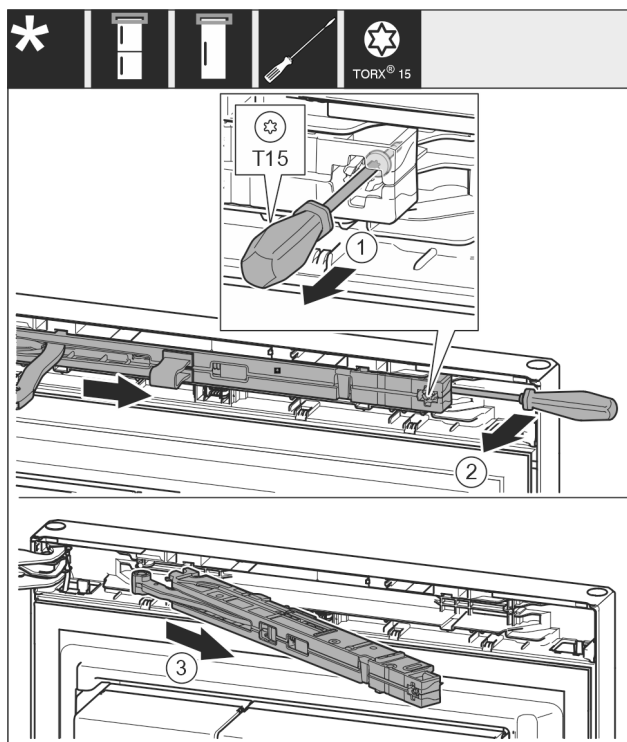

Fig. 8
- Allentare la vite di ca. 14 mm sull'unità ammortizzatore di chiusura con il cacciavite T15. Fig. 8 (1)
- Spingere con un cacciavite sul lato maniglia dietro l'unità ammortizzatore di chiusura e ruotarla in avanti. Fig. 8 (2)
- Estrarre l'unità ammortizzatore di chiusura. Fig. 8 (3)